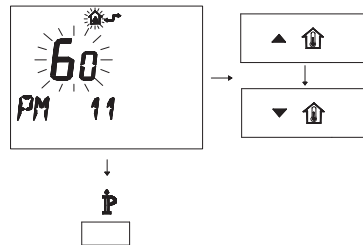

Figura 5.59
- Per modificare il SET programmato agire sui pulsanti  $\uparrow$  o  $\downarrow$  e aspettare che il numero programmato cominci a lampeggiare (Figura 5.59). Ogni passo incrementato o decrementato corrisponde a 1 secondo.